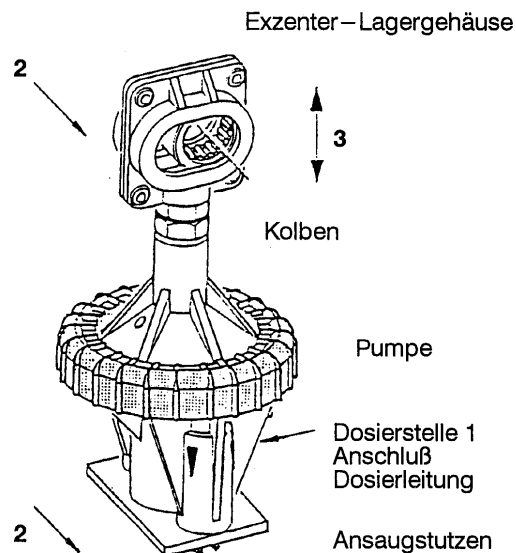

Abb. H-1: Pumpe EXADOS
- Pumpe Abb. H-1
- Pumpe herausnehmen (siehe Abb. H-1).
- Pumpe mehrmals von Hand durchpumpen bis Flüssigkeit vom Dosierschlauch austritt (siehe Abb. H-1).
Durch längere Lagerzeiten kann es vorkommen, dass die Dichtsitze der Pumpe austrocknen und somit ein selbstständiges Ansaugen und Entlüften nicht stattfindet. Schrauben Sie die Dosierleitung von der Dosierstelle ab und nehmen Sie die Pumpe aus dem Pumpenträger (2) heraus und pumpen von Hand (3) solange, bis das Dosiermittel aus der Dosierstelle austritt. Anschließend den Dosierschlauch wieder aufschrauben und die Pumpe im Pumpenträger befestigen (siehe Abb. H-1).